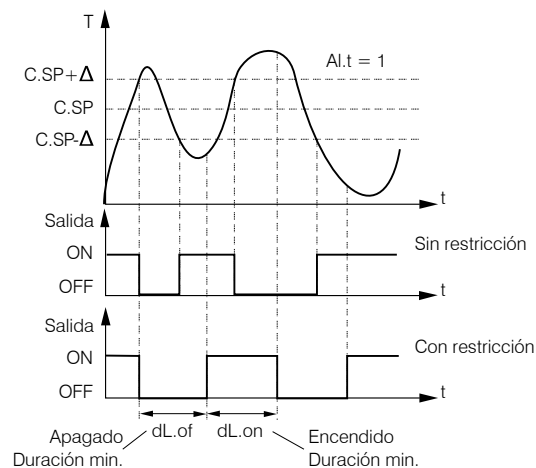

Fig. 6.11 Duración mínima de estado encendido/apagado
3. Igualmente la duración mínima del estado de encendido o apagado de la salida puede ser establecido independiente del estado de la entrada a través de los parámetros **dL.on** y **dL.of** (grupo PL-2) respectivamente. Un diagrama de tiempo para esta opción se indica en la Fig. 6.11.